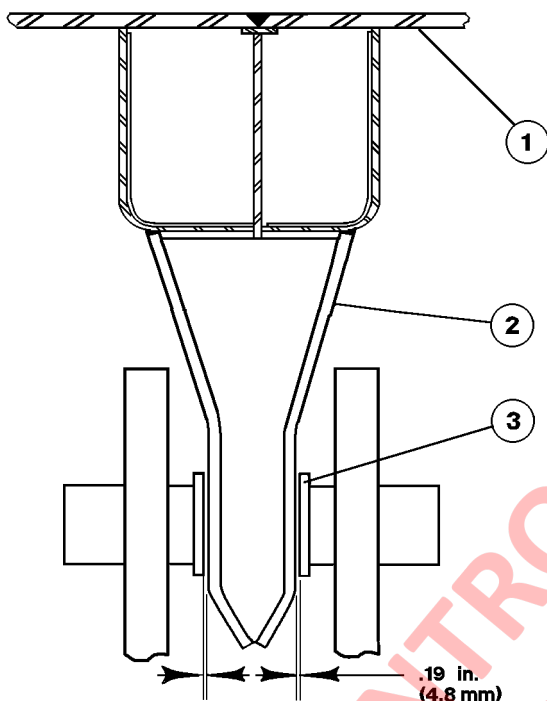

FIGURA 3-6. GUÍA DE LA TOLVA
1. Inspeccione los puntos de desgaste de la guía de la tolva, cada vez que realice la inspección del atenuador de la tolva. La guía de la tolva (2, Figura 3-6) debe estar centrada entre las placas de desgaste (3) con una holgura máxima de 4.8 mm (0.19 in.) a cada lado (placas de desgaste nuevas).